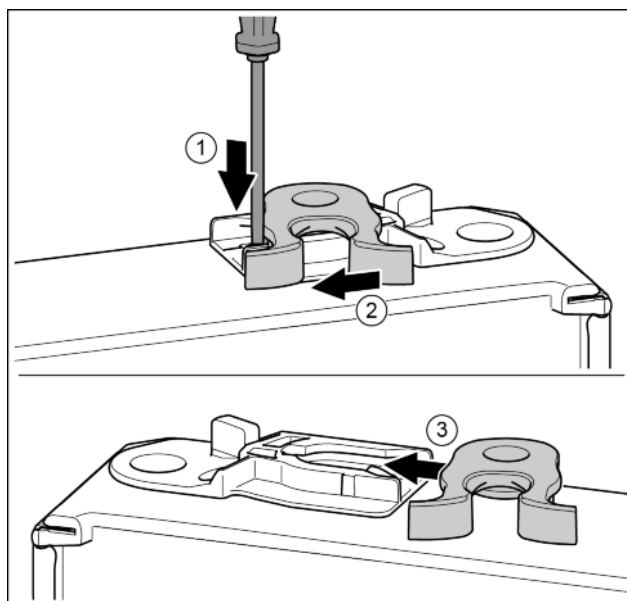

Fig. 18\*
- ▶ Pousser vers le bas la languette avec un tournevis plat.\* Fig. 18 (1)
- ▶ Tirer le crochet de fermeture en dehors du guide.\* Fig. 18 (2)
- ▶ Pousser le crochet de fermeture dans le guide de l'autre côté.\* Fig. 18 (3)